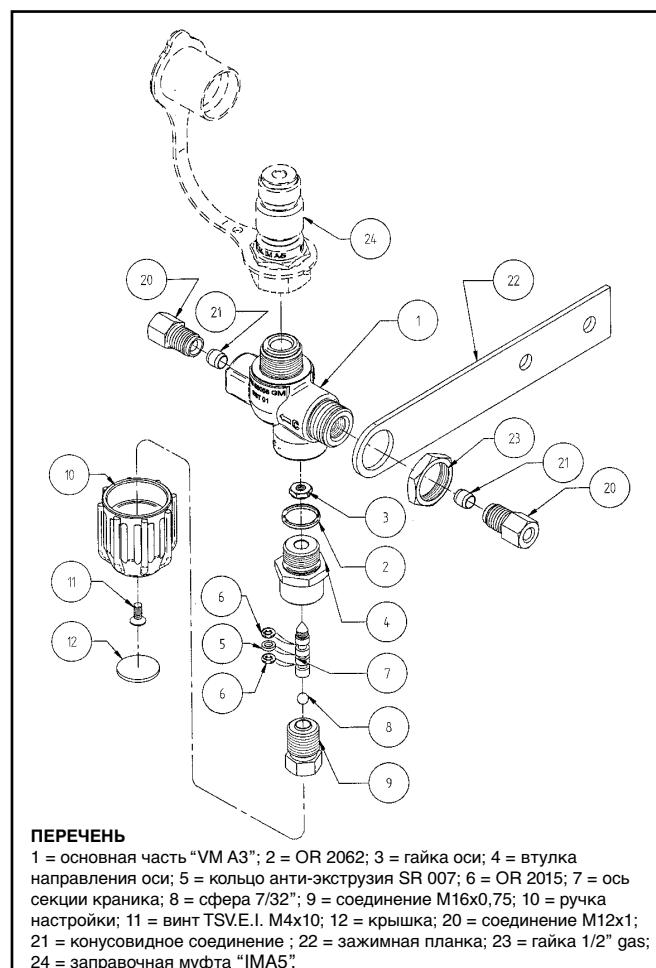

Рис.21
"VM A3/R" (рис. 21) состоит из основной части (1), выполненной из латуни с литыми креплениями для подключения к трубкам высокого давления: с одной стороны для крепления к баллону и редуктору, а также для ручного краника, с другой –
Как показано на рис. 21, "VM A3/R" позволяет осуществлять заправку баллонов и изолирует компоненты установки, находящиеся ниже по отношению к баллонам (заправочную муфту и редуктор давления) при закрытии ручного краника.
Как показано на рис. 21 и 22, "VM A3/E" сохраняет те же базовые функции и морфологию, что и ручная версия клапана, являясь вариантом одной латунной модели. Вариацией здесь является замена ручного краника на электроклапан, которая в случае корректной регуляции позволяет изолировать часть установки, находящуюся ниже баллонов (заправочную муфту и/или